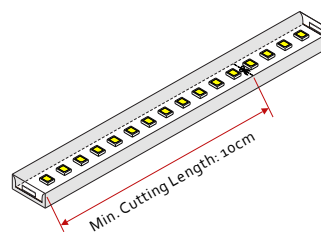

Fig. 3.2
- La longitud mínima de corte es 10 cm (Fig. 3.2). Se puede cortar en otras longitudes (respetando la marca de corte).